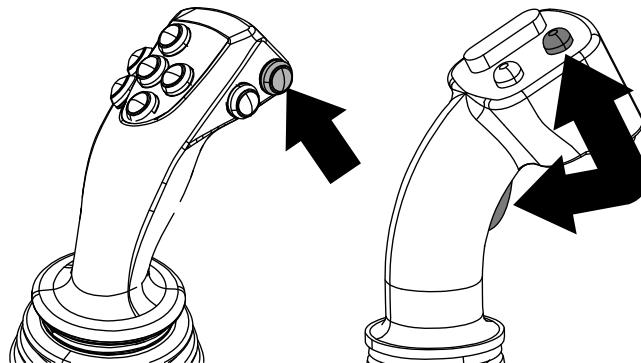

Figura 6
Pulse el botón de crucero del joystick (Figura 6) o pulse el botón 4 de la pantalla de Inicio para acceder a la pantalla del modo de crucero.
- Mantenga los joysticks en la posición activa para obtener la cantidad de empuje y la velocidad de rotación deseadas, y pulse el botón de crucero del joystick (Figura 6).